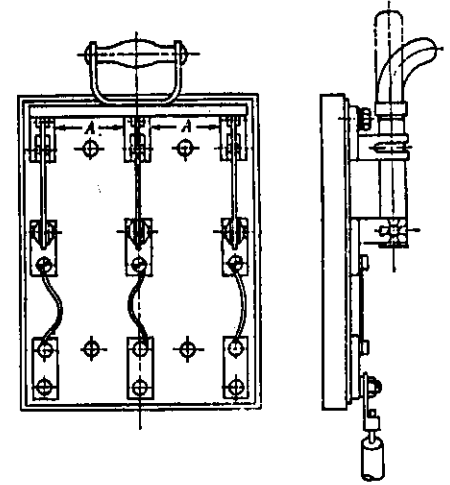

図 10-6 開放ナイフスイッチの中継端子 (JIS-C-8307 による)
まず①の場合から話を進めよう。10A の電流が図 10-5 で左側の電線から入ってきて右の方に抜けるとしよう。この時、中継端子のボルトの太さはどのくらいにしたらいのであろうか？ 実はこのような中継端子用のボルトについてはどうも明確な規定はないようである。しかし、図 10-6 の JIS-C-8307 の開放ナイフスイッチがボルトに電流を流さぬ場合の中継端子の例として適当だ。